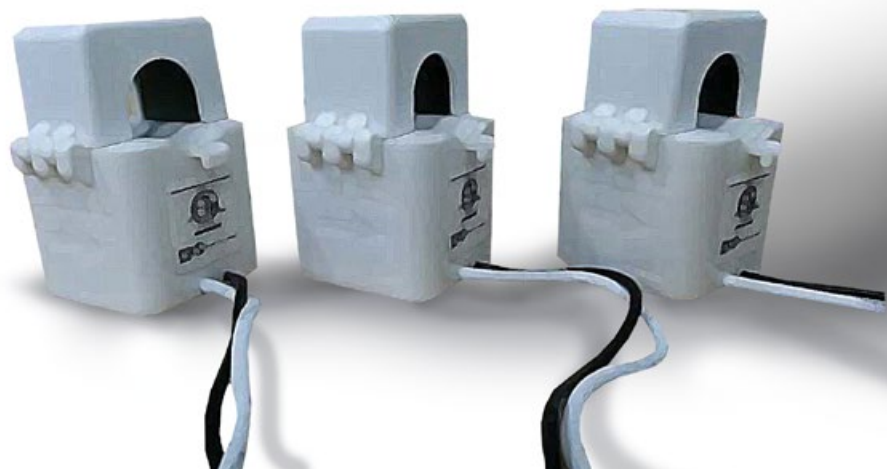

Рис. 4. Разъемные трансформаторы тока
- в комплекте идут 12 разъемных трансформаторов тока (рис. 4);